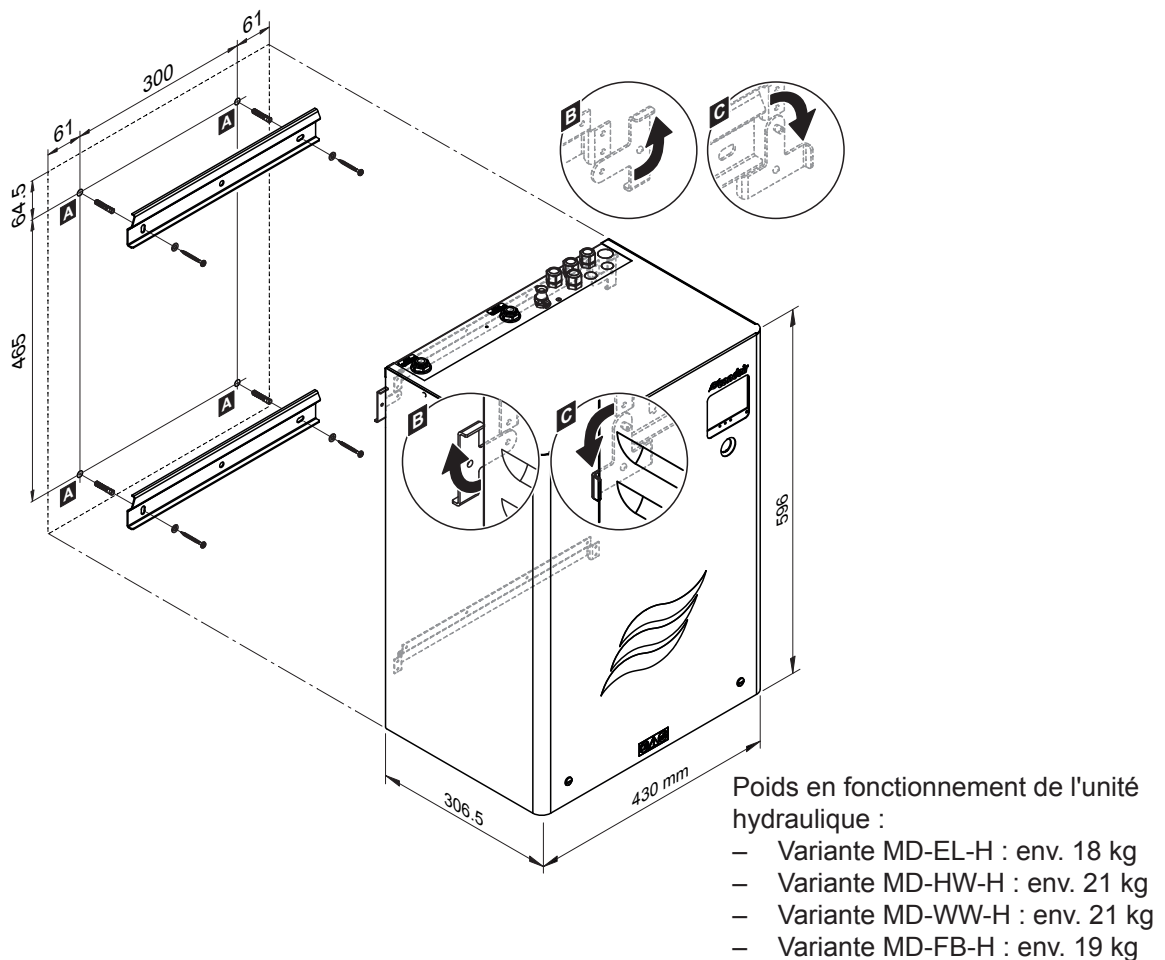

Fig. 8: Plan de montage de l'unité hydraulique
- La construction (mur, pilier, console sur pied fixée au sol, etc.) sur laquelle l'unité hydraulique est montée doit présenter une résistance et une stabilité suffisantes (voir les poids en fonctionnement dans Fig. 8) et être en mesure de supporter la fixation.